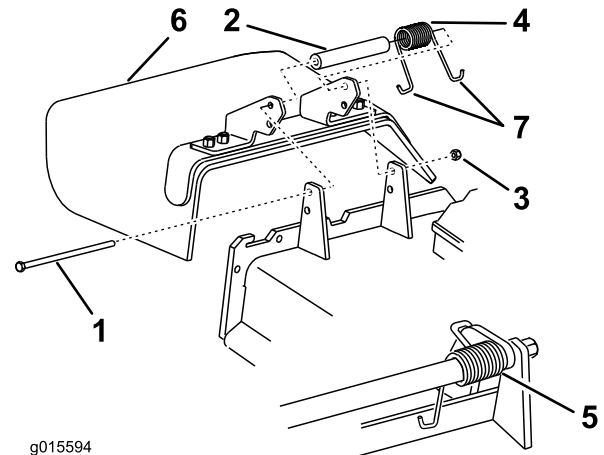

Figure 89
1. Retirez le contre-écrou, le boulon, le ressort et l'entretoise qui fixent le déflecteur aux supports de pivot (Figure 89). Enlevez le déflecteur s'il est endommagé ou usé.
Remarque: Prenez soin de placer une extrémité en J du ressort derrière le bord du plateau avant de mettre le boulon en place, comme indiqué à la Figure 89.
3. Remettez le boulon et l'écrou en place. Accrochez une extrémité en J du ressort au déflecteur d'herbe (Figure 89).